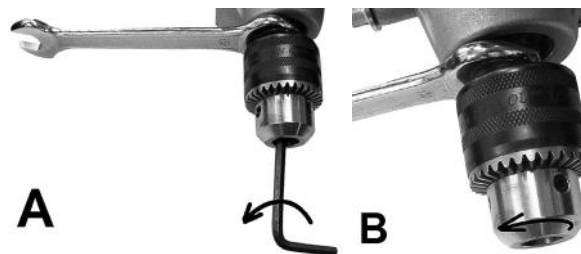

Рис.6
- Зафиксируйте гаечным ключом зажимной патрон (Рис.6А).
- Шестигранным ключом открутите болт крепления патрона к ведущему валу (Рис.6А). Направление вращения показано стрелкой.
- Удерживая гаечный ключ открутите зажимной патрон (Рис.6В), направление вращения показано стрелкой.